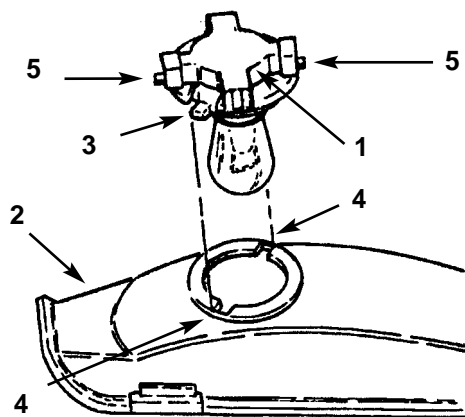

Fig. 34
3. Girate il portalamпада di  $\frac{1}{4}$  di giro in senso antiorario, e toglietelo dal riflettore (Fig. 34).
4. Spingete la lampada e fatela girare in senso antiorario fin quando si ferma (circa  $\frac{1}{4}$  di giro), quindi toglietela dal portalamпада (Fig. 34).
2. Il portalamпада è provvisto di due guide (Fig. 34). Allineate le alette con le guide nel riflettore, inserite il portalamпада nel riflettore e giratelo di  $\frac{1}{4}$  di giro in senso orario, fin quando non si ferma.